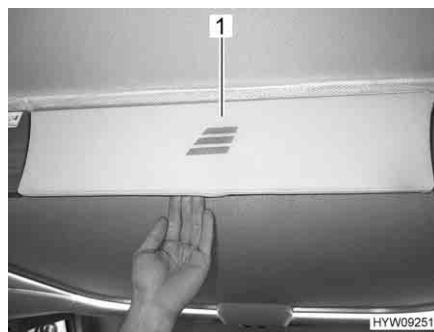

Fig. 89 Diaframma (letto basculante)
- Tirare il diaframma (Fig. 89,1) per sbloccare il letto basculante.